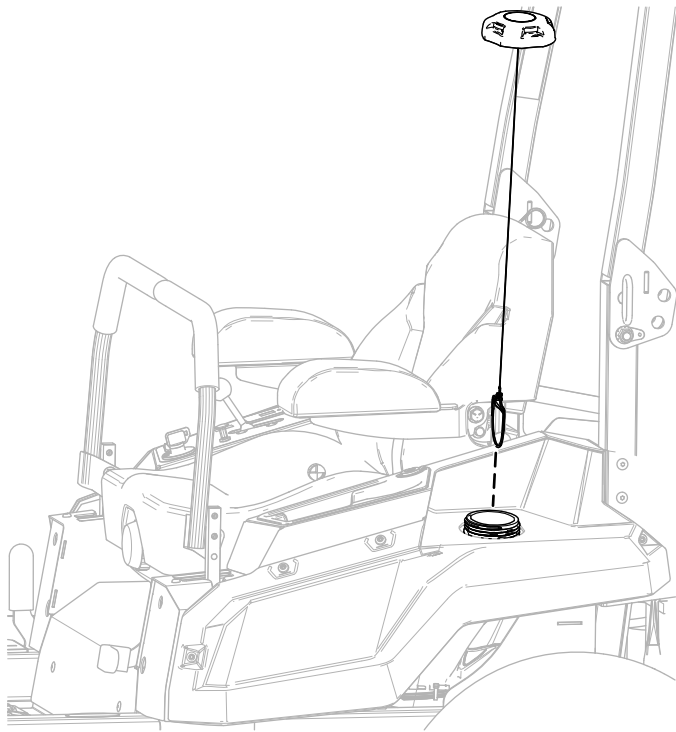

Bild 3
1. Entfernen Sie den Tankdeckel von der linken Seitenverkleidung (Bild 3).
- Befestigen Sie den Tankdeckel (Bild 3).